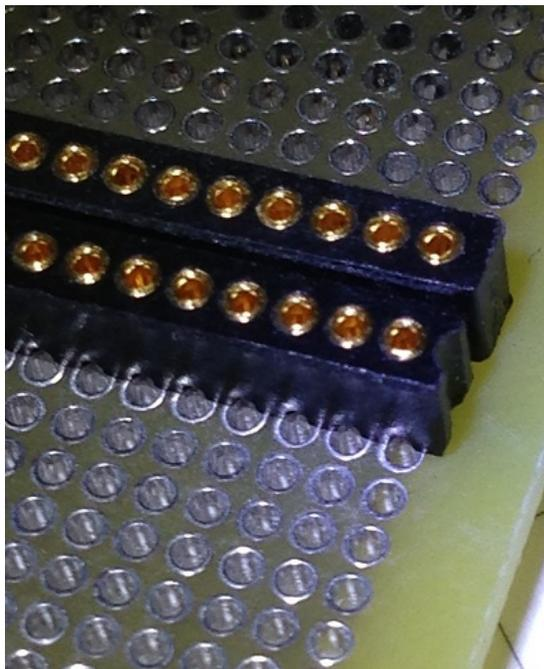
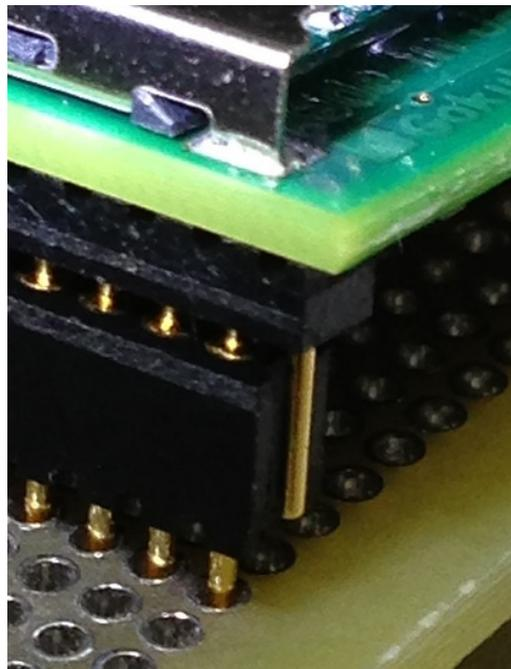

図 10.4
図 10.5
- ・ 図 10.4 のように、ソケットの両端は、下側のようにピンを取り外してカットされて曲面を持った側と、上側のように、ベースとなるソケットの終端部分で曲面のない先端をもつタイプがあります。
- ・ 図 10.4 の下側の場合、図 10.5 のようにモールドの内側に湾曲した部分にピンが潜り込みますが、図 10.4 の上側の先端が前面にきている場合、ピンが外側に押し出されて曲がってしまいます。